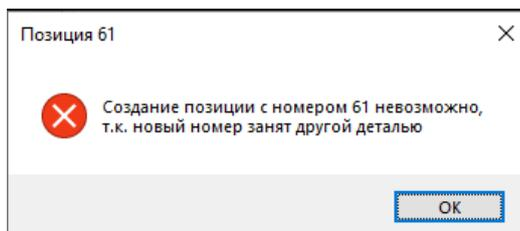

Рис. 45. Сообщение об ошибке в номере позиции
Ключевое значение имеет параметр **Позиция (7)**, значение которого должно быть уникальным в текущем чертеже. При замене существующей детали или создании новой детали номер позиции **не должен совпасть** с номером позиции любой другой ранее записанной детали. В противном случае выводится сообщение об ошибке (рис. 45).